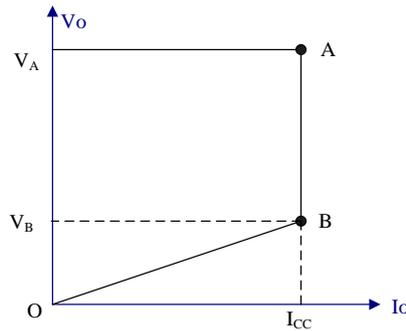
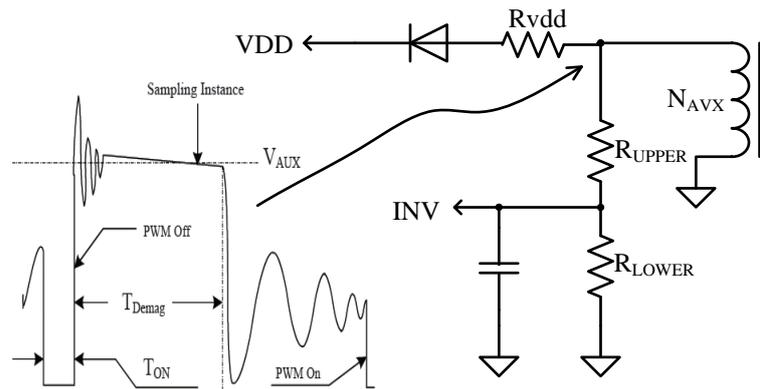

图3 充电器V-I曲线
图 4 INV 采样电路
如图 4，PR6251 通过电阻 R_{UPPER} 和 R_{LOWER} 分压器在每个开关周期采样辅助绕组去磁结束时的电压。采样电压被送到 INV 脚与基准电压 2.5V 比较，误差被放大，误差放大器的输出电压反映了负载情况，通过控制开关频率来调节输出电压，达到恒压目的。
2、空载时较小的导通时间易影响系统空载输出电压的准确性，因此在辅助绕组与 VDD 之间串一电阻 R_{vdd} （图 4）是必要的。
对于RCD型钳位电路图5，降低 C_{C1} 的值并增大 R_{C2} 的值，同时应将峰值漏极电压保持在 $<580\text{ V}$ 。如果 C_{C1} 的值较大，则箝位电压（影响反馈绕组采样电压）的稳定时间会更长，从而可能导致更高的输出纹波电压。推荐 C_{C1} 使用MYLA 电容，容值不得超过 1.0 nF 左右。PR6251通过INV脚采样辅助绕组信息，达到间接采样输出电压与电流信息，进而稳定输出电压与电流。由于PR6251采样辅助绕组信息的点随输出负载的大小而改变，即在空载和极轻负载时在去磁时间的 $\frac{1}{3}$ 处采样（如表1的4张图所示），之后在去磁时间的 $\frac{2}{3}$ 处采样。因此当系统工作于空载和极轻负载时，图5所示的RCD钳位电路对系统的采样波形影响甚大，亦即RCD钳位电路影响系统的采样点。如表1中的4张图所示，对于IC来说在空载和极轻负载时会保证在每个去磁时间的 $\frac{1}{3}$ 处采样，但由于系统寄生参数的不同导致在功率开关管关断时，采样波形和谐振时间不尽相同（如表1中的图1、图2、图3、图4所示）。表1中的图1是我们所需要的正常的采样波形，其余图2-4都会因为采样错误而导致错误的输出电压。因此在系统设计时，请尽量降低变压器的漏感，辅助绕组的绕线均匀平整，对于图5的RCD钳位电路增加 R_{C1} 可很好地改善系统的采样。